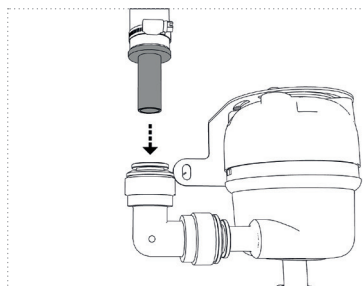

Figure 12a
5. Introduisez maintenant les tuyaux jusqu'en butée directement dans les raccordements d'eau de l'unité UV (Figures 12a et 12b).